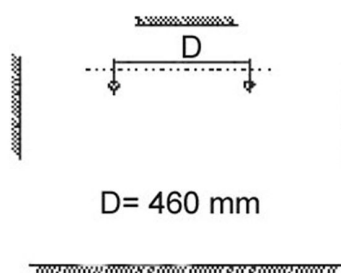

Figura 2
2. Fare due buchi adatti della dimensione del Fisher nel muro. (Vedi figura 2) – $D= 460$ mm.